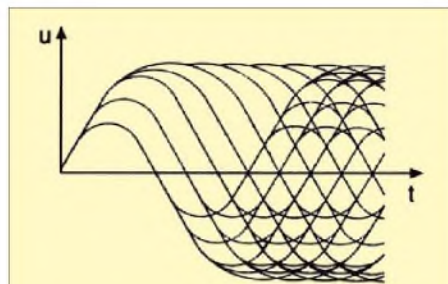

Bild 10: Das mangels scharfer Kanten verrundete Abtastsignal der Pits ergibt ein Augendiagramm, an dem sich die Qualität des Systems erkennen lässt.
Die Reflexion wird im Randbereich zwischen Erhöhung und Vertiefung (Pit) aus der Sicht des Lasers geschwächt, weil der Höhenunterschied genau $\lambda/4$ der Wellenlänge des roten Lichts (CD) oder des blauen Lichts (DVD) entspricht. Hin und zurück ergibt sich $\lambda/2$, also Auslöschung oder besser Schwächung der Reflexion. Da bei der Produktion die Scheiben gepresst und erst nachträglich metallisiert werden, entstehen keine scharfen Kanten. Noch rundlicher werden diese Kanten, wenn ein Brennprogramm im Laufwerk die Pit-Spur durch Aufblähen mit erhöhter Laserleistung erzeugt. Die elektrisch verstärkten Reflexionssignale sind deshalb verrundet und werden Augendiagramm (Eye-Pattern) genannt (Bild 10). Scharfgezeichnete Linien und offene „Augen“ signalisieren dem Servicetechniker ein gut eingestelltes System.